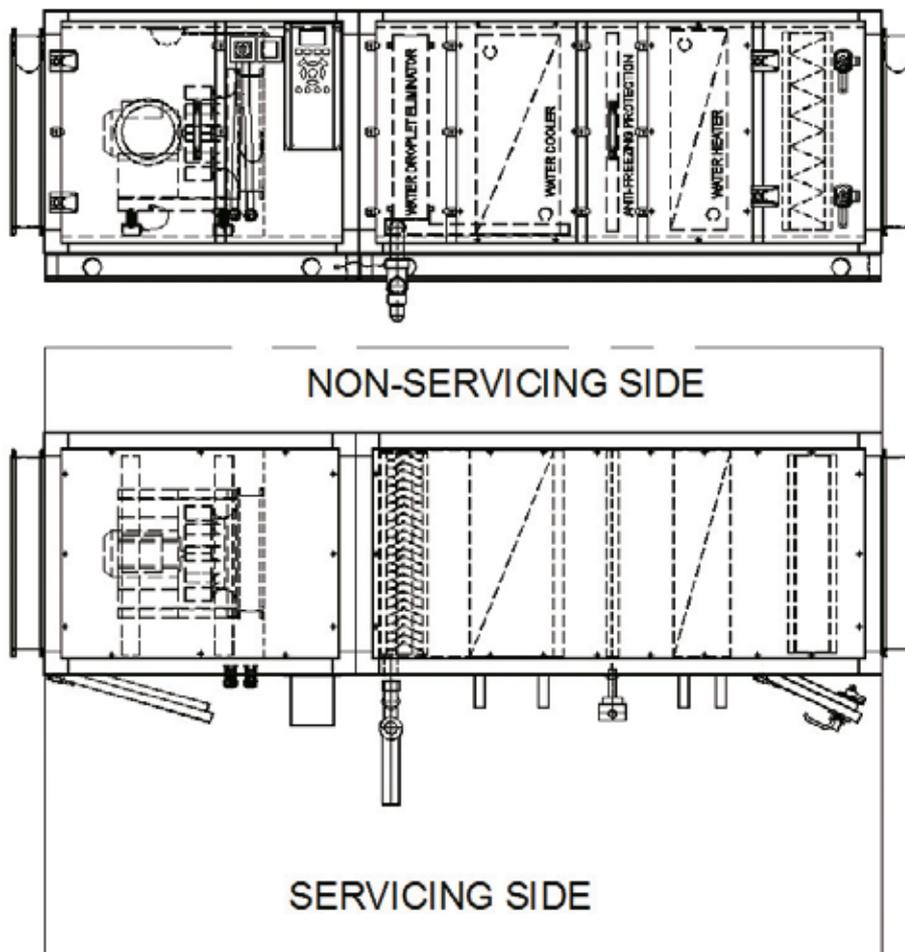

Bild 9
- Um die Montage zu erleichtern, sollte auf der Nicht-Wartungsseite ein Freiraum mit einer Mindestbreite von 0,5 m vorgesehen werden (Abbildung 9).